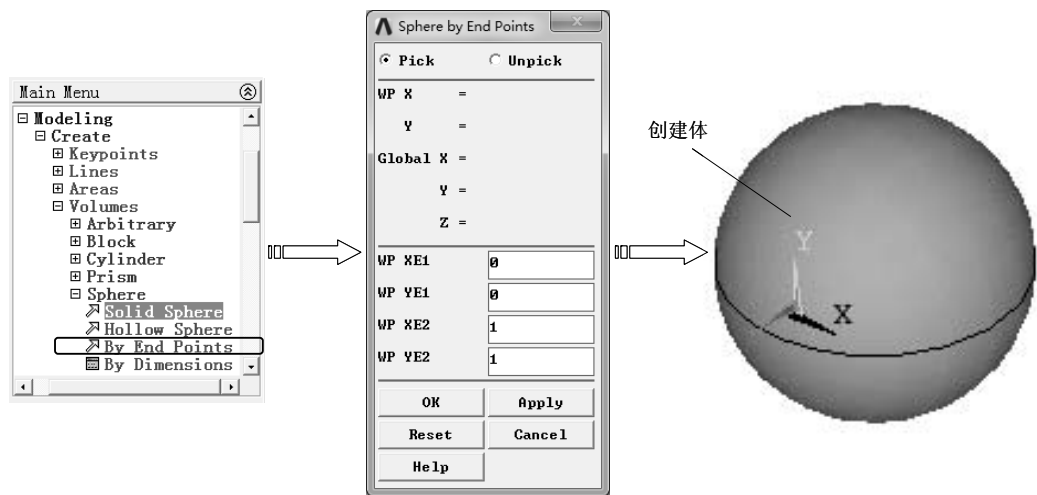

图 2-70 通过端点定义截面绘制球体
(3) 通过端点定义截面绘制球体 选择“Main Menu>Preprocessor>Modeling> Create> Volumes>Sphere>By End Points”命令，弹出“Sphere by End Points”对话框，在“WP XE1”“WP YE1”“WP XE2”“WP YE2”文本框中输入两点坐标定义球直径，然后单击“OK”按钮创建球体，如图2-70所示。